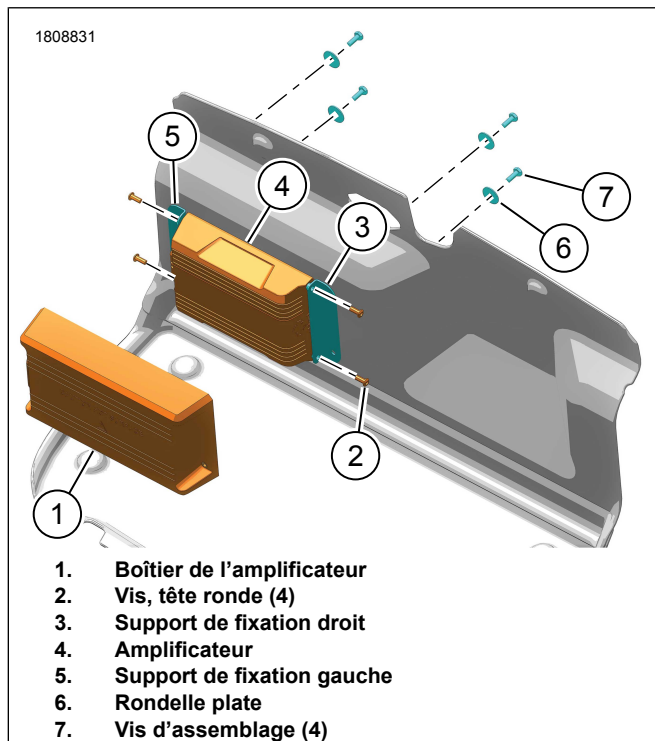

Figure 5. Supports de montage de l'amplificateur
5. Figure 5 Installer l'assemblage de l'amplificateur.